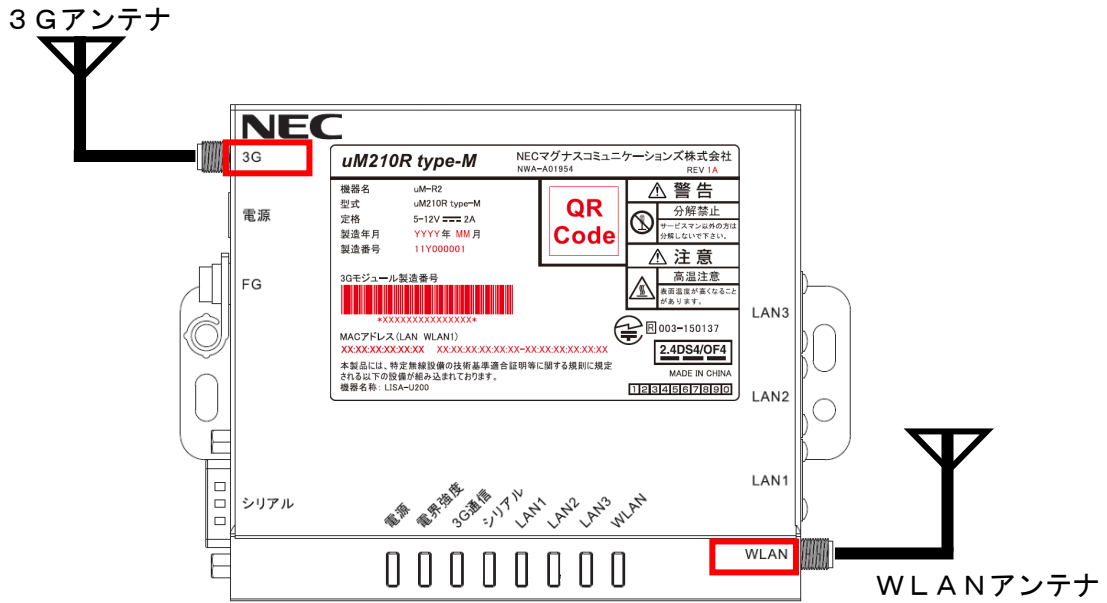

図 4 アンテナの接続先コネクタ
- ・3GアンテナとWLANアンテナは図4を参照の上、装置本体の印字を確認し、対応するコネクタに接続してください。